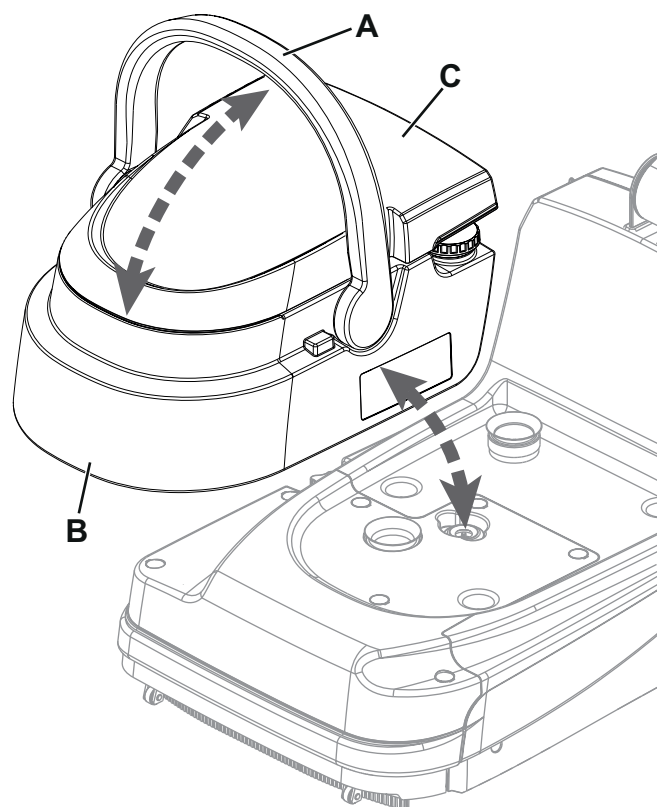

Рис. 6
3. Поверните ручку (A, Рис. 6) и с ее помощью поднимите контейнер с бачками (B) из машины.
4. Снимите крышку (C) и опорожните бачок для отработанной воды; по завершении работы ополосните бачок чистой водой.